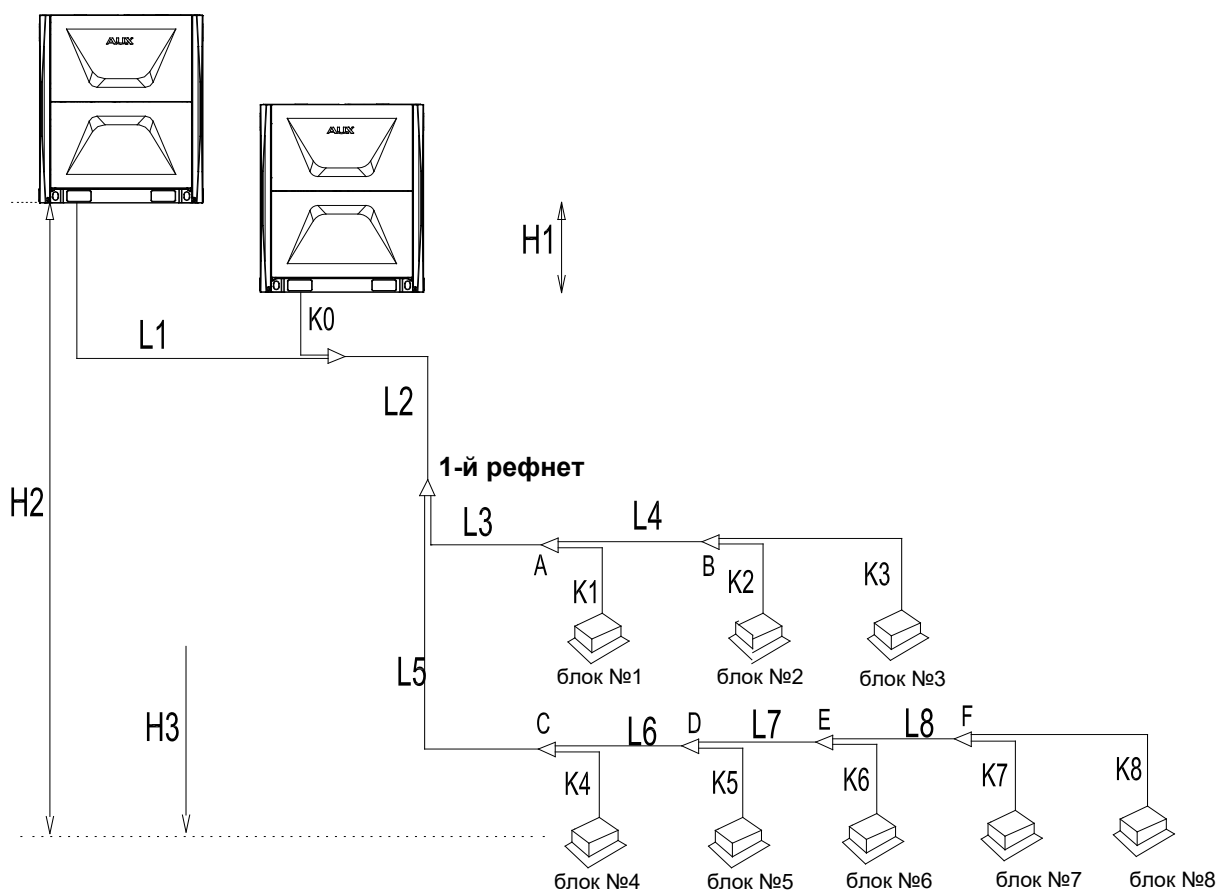

Рис.2.3
2.5. Параметры фреоновой трассы (см. рис.2.3 и табл.2.4)
Табл.2.4 (см.рис.2.3)
- Магистральным трубопроводом могут быть участки на схеме рис.2.3- $L2+ L3+L4$ или $L2+L5+L6+L7+L8$ в зависимости от длины.